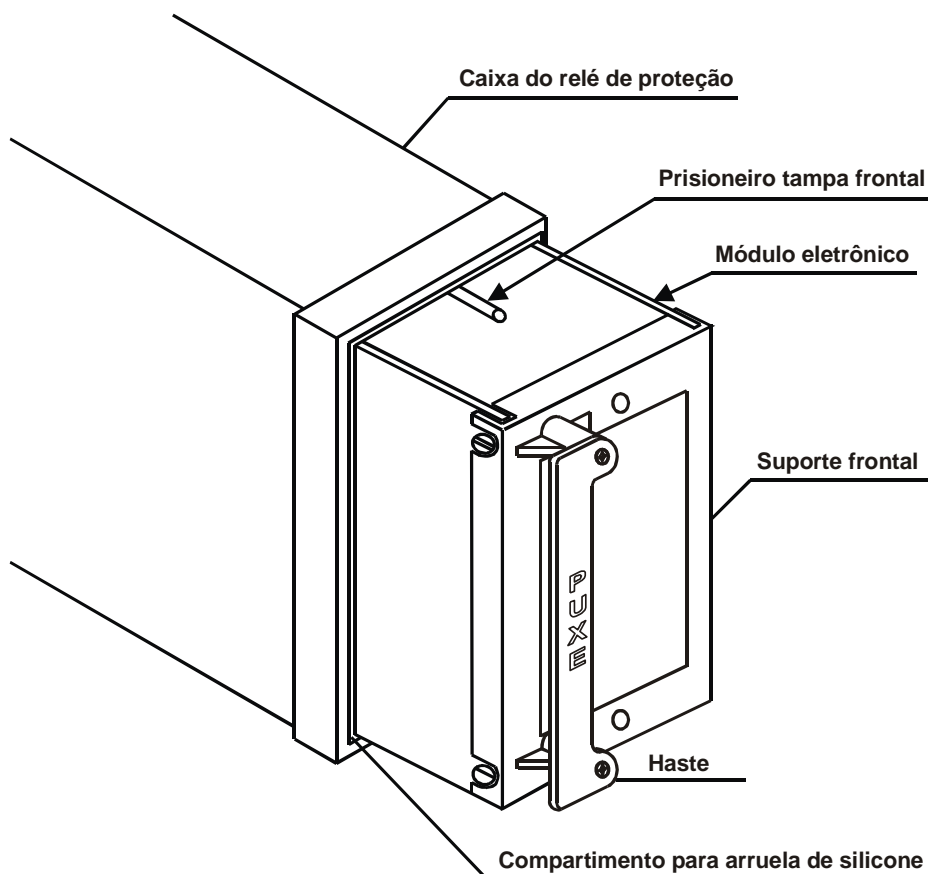
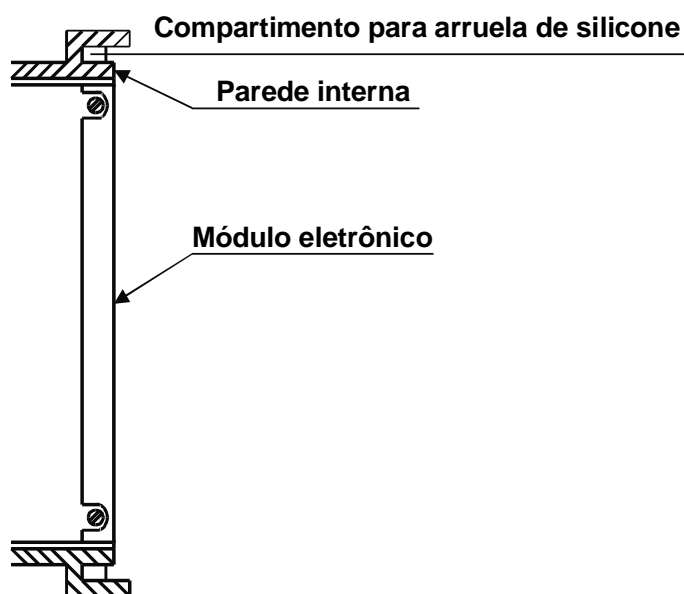

Figura 25.4: Inserção do módulo eletrônico.
Figura 25.5: Vista em corte do encaixe do relé.
- a)** Posicionar o módulo eletrônico (figura 25.4) na caixa do relé. Utilize haste (figura 25.5) para encaixar as placas de circuito impresso do módulo eletrônico nas guias internas da caixa.
- b)** Aplicar pressão nas laterais da haste (figura 25.4) até que o suporte encaixe totalmente na caixa do relé, ou seja, o módulo precisa ficar totalmente alinhado com a parede interna do compartimento para arruela de silicone (figura 25.5). Aplicar pressão considerável para um encaixe uniforme e seguro. O sistema de conexão é extremamente robusto e suporta o mecanismo de inserção do relé.